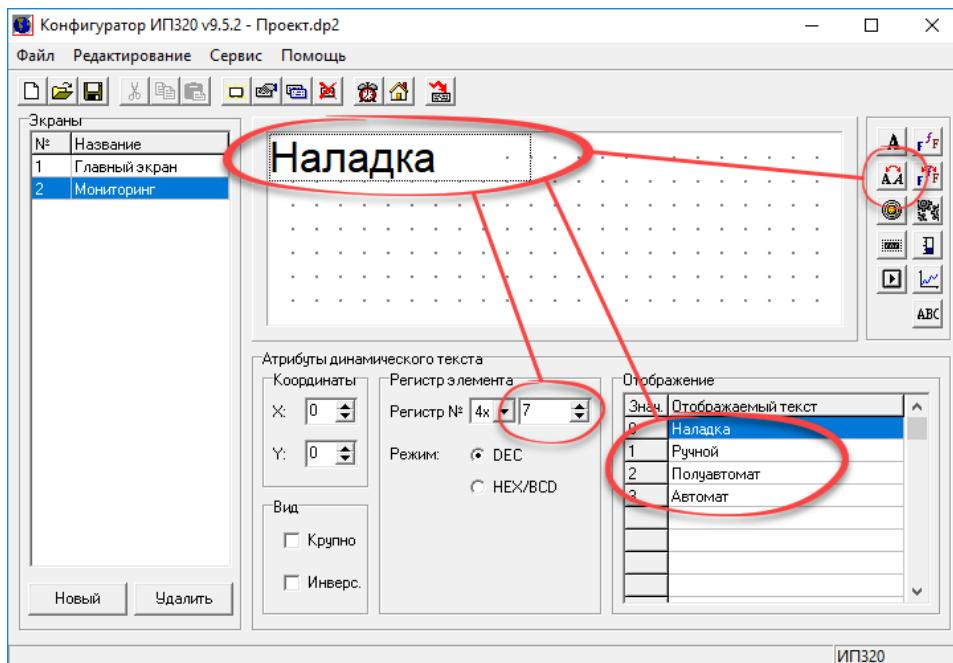

Рисунок 7.5 – Атрибуты динамического текста
- Используя динамический текст (см. п. 4.4), создать текстовый элемент экрана «Наладка / Ручной / Полуавтомат / Автомат». При задании параметров динамического текста следует указать «Адрес регистра» – № 7 (см. п. 4.7.1). Таким образом, когда регистр №7 будет принимать значение «0», на Экране №2 будет отображаться надпись «Наладка», при значении регистра «1» – надпись «Ручной», при значении регистра «2» – надпись «Полуавтомат», при значении регистра «3» – надпись «Автомат» (см. рисунок 7.5).